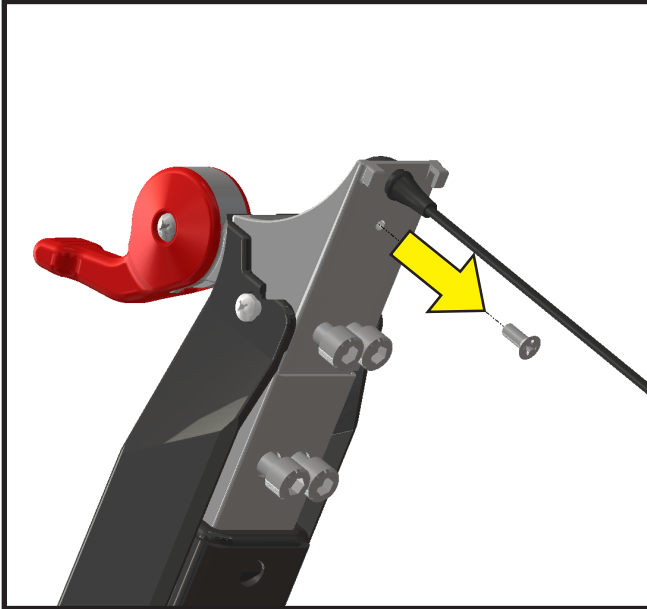

Abbildung 11: Lösen der Befestigungsschraube vom Lenkerrohr
1. Entfernen Sie die Befestigungsschraube für den Computer vom Lenkerrohr mit einem PH2-Schraubendreher (siehe Abbildung 11).